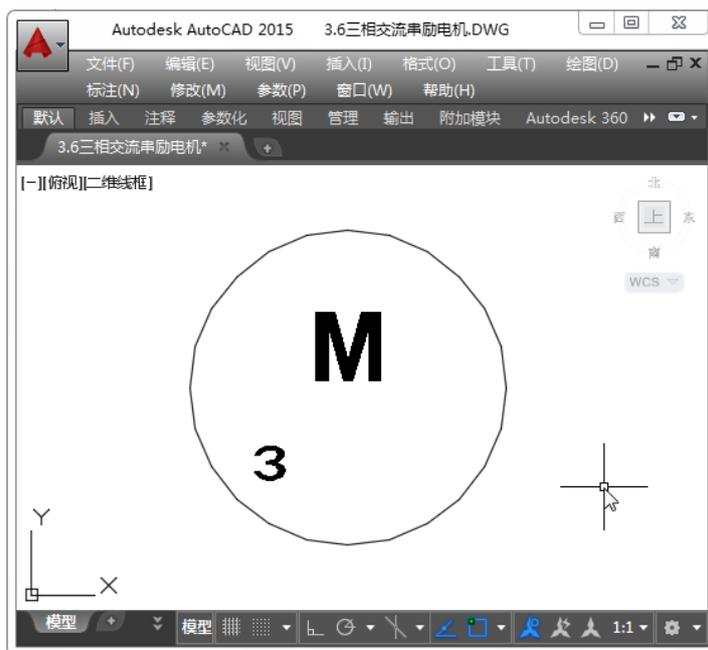

图 3-68 输入文字
Step02: 执行【注释】|【文字】命令，分别输入“3”和“M”（后面的章节将详细介绍【文字】命令），如图 3-68 所示。